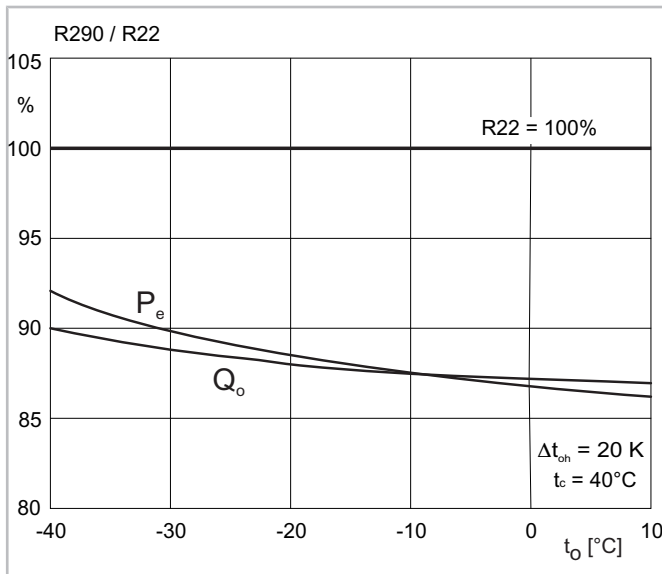
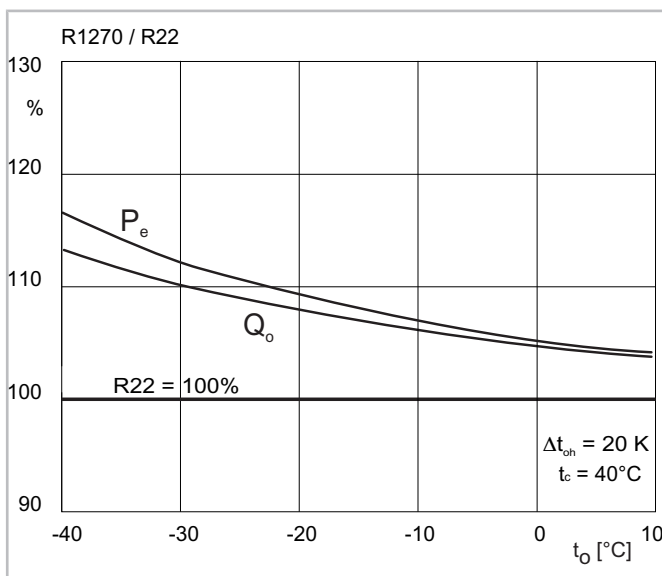

Abb. 7: Leistungsvergleich R290/R22 bei sauggasgekühlten halbhermetischen Hubkolbenverdichtern
Abb. 8: Leistungsvergleich R1270/R22 bei sauggasgekühlten halbhermetischen Hubkolbenverdichtern
- Hinsichtlich der Leistungszahlen (COP) unterscheiden sich R290 und R1270 nur geringfügig von R22 (siehe Abbildung 7, Seite 11 und siehe Abbildung 8, Seite 11) und sind somit bei Normal- und Klimakühlung günstiger als R404A/R507A.